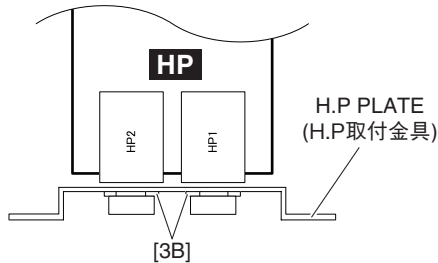

Fig. 10 (図10)
- 15-2 Remove the two (2) nuts marked [3B]. The HP circuit board can then be removed from the H. P plate. (Fig. 10)
- 15-2 [3B] のナット 2 個を外して、H.P 取付金具から HP シートを外します。(図 10)